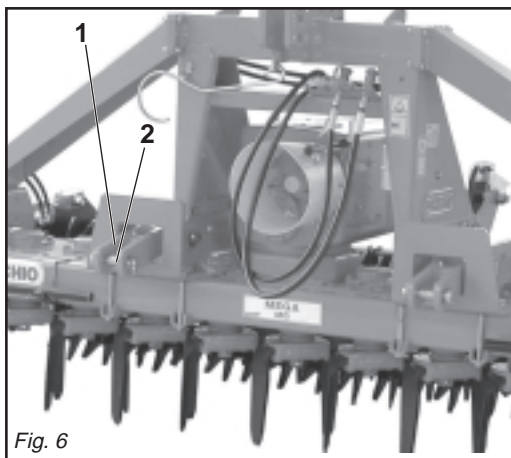

Fig. 6
L'applicazione della macchina al trattore deve avvenire in piano. Tutte le macchine sono applicabili a qualsiasi trattore munito di attacco universale a tre punti. Poiché le barre del sollevatore di ciascun trattore hanno una loro lunghezza ed un foro con un ben determinato diametro, è necessario per ogni modello determinare la posizione più favorevole della macchina spostando le bielle (1 Fig. 6) nella posizione ottimale e inserendo i perni (2 Fig. 6) nei fori più indicati a seconda della necessità e del giusto diametro.
Work on a flat surface when fitting the machine to the tractor. All machines can be fitted to any tractor with a universal 3-point coupling. Since the lift links of each tractor have their own length and a hole with a certain diameter, it will be necessary to establish the most favourable position for the machines on each model. This is done by shifting the connecting rod (1 Fig. 6) to the best position and inserting the pins (2 Fig. 6) into the most suitable holes, according to requirements and the right diameter.
Der Anbau des Maschinen am Schlepper muß auf ebenem Boden erfolgen. Alle Maschinen lassen sich an jedem Schlepper montieren, der mit einer universellen Dreipunkt-Kupplung versehen ist. Da die Hubstangen jedes Schleppers eine andere Länge und ein Loch mit einem bestimmten Durchmesser haben, ist es für jedes Modell erforderlich, die günstigste Anbauposition des Maschines festzulegen, indem man die Pleuel (1 Abb. 6) in die optimale position bewegt und die Bolzen (2 Abb. 6) in die Löcher steckt, die am besten zu den jeweiligen Größenverhältnissen passen.
Les barres du relevage de chaque tracteur ont une longueur et un trou d'un diamètre donné; pour chaque modèle, il faudra donc déterminer la position la plus favorable de la machine à monter, en déplaçant les bielle (1 Fig. 6) dans la position optimale et en mettant les axes (2 Fig. 6) dans les trous les plus appropriés suivant les nécessités et le diamètre.
El enganche de la máquina debe realizarse sobre una superficie plana. Todas la máquinas pueden ser aplicadas a cualquier tractor que posea el enganche universal de tres puntos. Visto que las barras del elevador de cada tractor poseen una longitud propia y un orificio de un diámetro particular, es necesario determinar para cada modelo la posición más favorable de la máquina, desplazando la biela (1 Fig. 6) en la posición óptima e introduciendo los pernos (2 Fig. 6) en los orificios más indicados, según las necesidades y el diámetro correspondiente.
- 1 - Accostare le barre del sollevatore ponendole all'interno delle bielle (1 Fig. 6), inserire il perno (2 Fig. 6) nel foro predisposto e bloccare con le copiglie a scatto.
- 1 - Near the lift bars, setting them in the most suitable connecting rod (1 Fig. 6). Insert the pin (2 Fig. 6) into the relative hole and lock in place with the snap-in split pins.
- 1 - Die Lenker des Krafthebers annähern und in die am besten geeigneten Pleuel schieben (1 Abb. 6). Den Bolzen (2 Abb. 6) in das Loch stecken und mit dem einrastenden Splint blockieren.
- 1 - Approchez les barres du relevage en les plaçant à l'intérieur des bielles les plus appropriées (1 Fig. 6), introduisez l'axe (2 Fig. 6) dans le trou correspondant et bloquez par les goupilles à encastrement.
- 1 - Acercar las barras del elevador poniéndolas dentro de las bielas más indicadas (1 Fig. 6), introducir el perno (2 Fig. 6) en el orificio y bloquear con los pasadores de resorte.